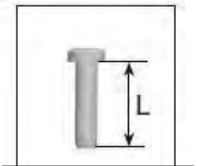
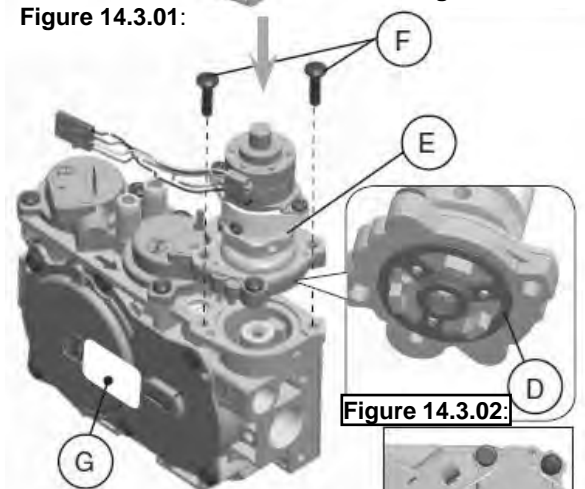
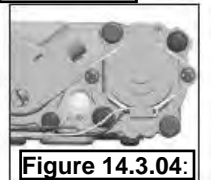

Figure 14.3.05:
Figure 14.3.03:
Figure 14.3.04:
4. Installez le nouveau régulateur de pression à MOTEUR PAS-À-PAS tel que montré à la **Figure 14.3.03** et à la **Figure 14.3.04**. Utilisez les vis fournies (F), M4 x 0.7 longueur filetée L=(16 mm + 0 - 0,5 mm), en acier de résistance classe 8.8 (voir **Figure 14.3.05**).
6. Collez l'étiquette d'identification fournie (G) au corps de la valve à un endroit facilement visible.